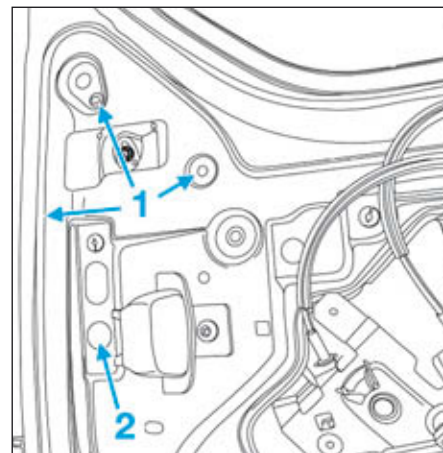

FIG.107
- Déposer (Fig.107) :
- les vis (1) de commande d'ouverture intérieure de porte latérale coulissante,
- la tringle (2) de commande de barillet,
- la tringle (2) de commande de barillet (Fig.107).